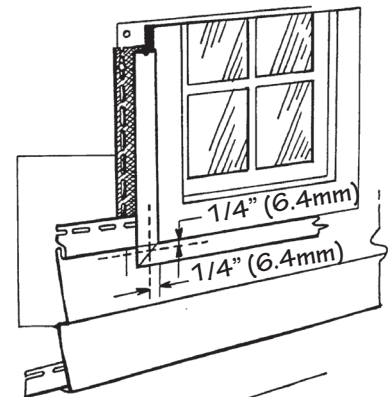

Figura 41.
- Coloque el panel debajo de la ventana y marque el ancho de la abertura de la ventana en el panel. Añada a ambos lados un espacio libre de 1/4" (6.4mm) aproximadamente para que el revestimiento se dilate y contraiga. Estas marcas representan los cortes verticales (Figura 41).